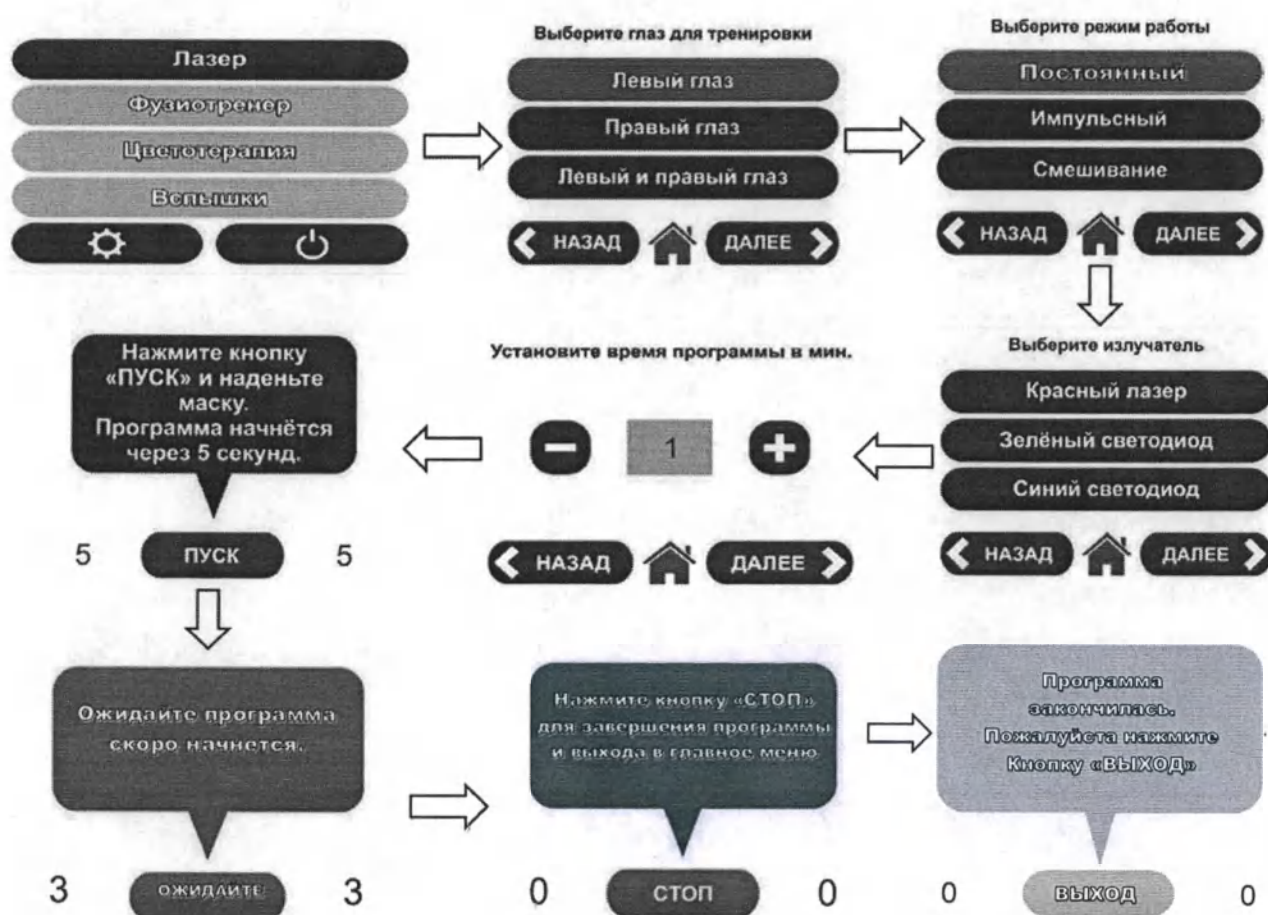
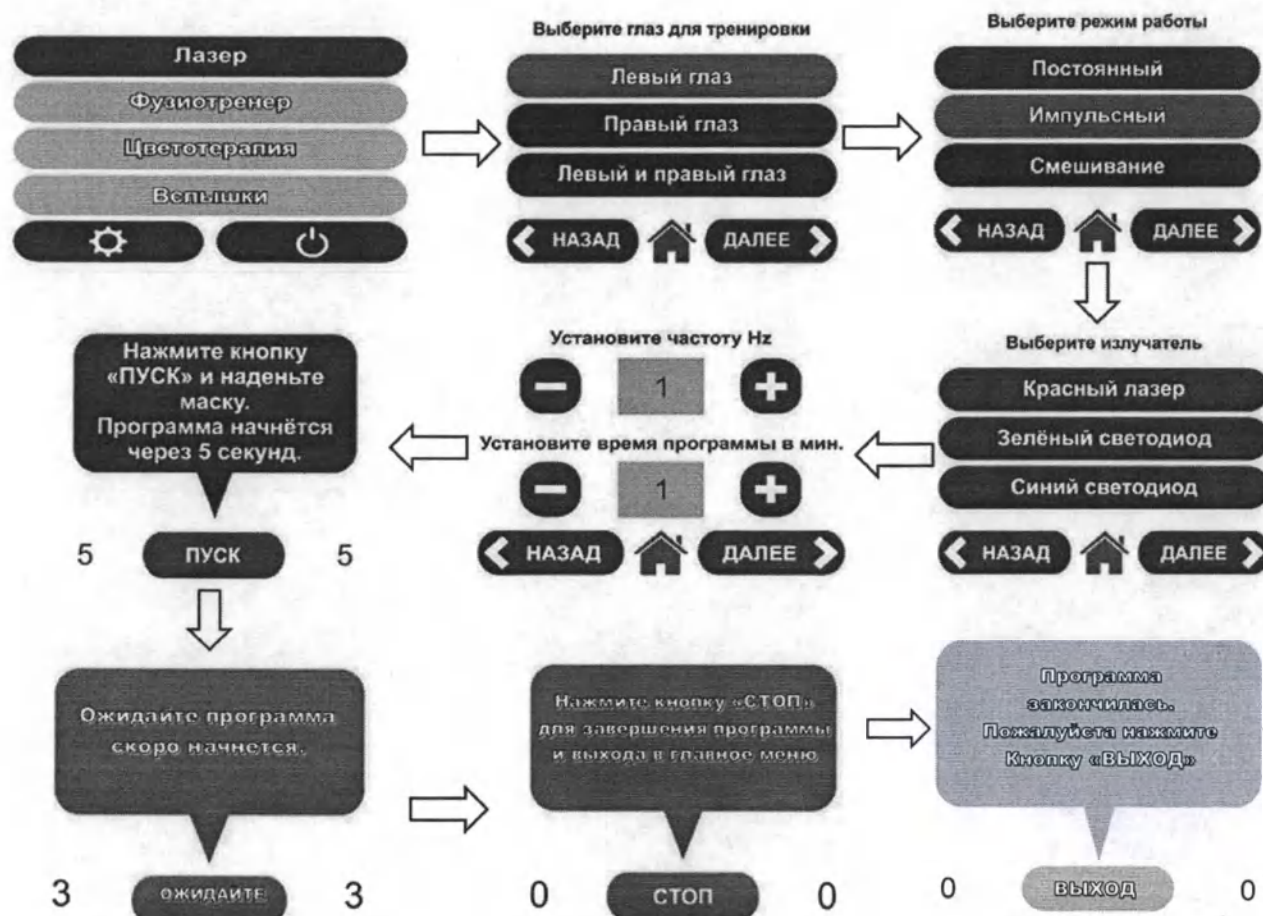

Рисунок 7 – Схема настройки параметров работы лазера в постоянном режиме
Рисунок 8 – Схема настройки параметров работы лазера в импульсном режиме
- «Постоянный» (рисунок 7) – режим, в котором лазер или светодиод излучает оптический поток без пульсации.
- «Импульсный» (рисунок 8) – режим, в котором лазер или светодиод излучает оптический поток в импульсном режиме. Частота повторения световых импульсов устанавливается от 1 до 60 Гц.
4. Выбор излучателя в режиме «Постоянный» / «Импульсный» (рисунок 7, 8)
При выборе режима «Постоянный» (рисунок 7) или «Импульсный» (рисунок 8) программа предложит пользователю выбрать цвет источника излучения: красный лазер, зеленый светодиод или синий светодиод.
5. Установка времени программы в режиме «Постоянный» (рисунок 7)
После выбора цвета источника излучения, если пользователь работает в режиме «Постоянный» (рисунок 7), то программа предложит пользователю установить время процедуры: от 1 до 4 мин., шаг установки 1 мин. Кнопками «+» / «-» осуществляется регулировка значений.
6. Установка частоты и времени программы в режиме «Импульсный» (рисунок 8)
После выбора цвета источника излучения, если пользователь работает в режиме «Импульсный» (рисунок 8), то программа предложит пользователю установить время процедуры: от 1 до 4 мин., шаг установки 1 мин. и частоту следования импульсов в диапазоне от 1 до 60 Гц, шаг установки 1 Гц. Кнопками «+» / «-» осуществляется регулировка значений.